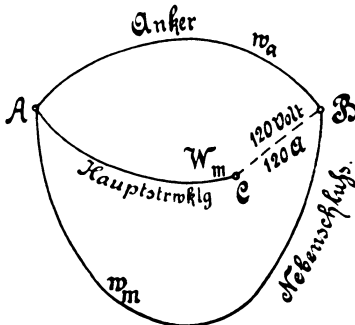

Fig. 64.
- der Widerstand der Hauptstromwicklung AC (Fig. 64),
Zu b): Durch die Hauptstromwicklung AC (Fig. 64) fließen 120 A, also ist